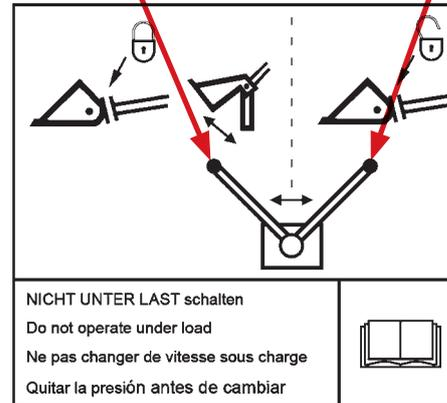
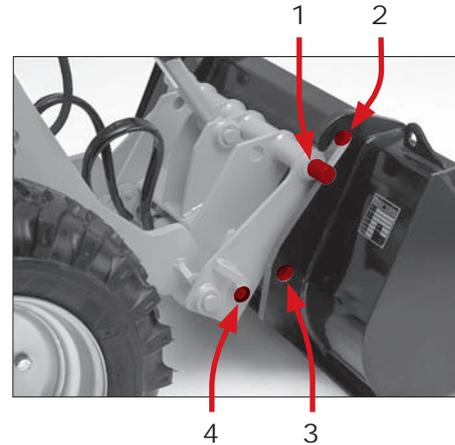

Abb. 30
Abb. 31
Schalten Sie den Dreivegehahn (Abb. 30) immer auf Hydraulikanschluss, sobald das Anbaugerät verriegelt ist. Überprüfen Sie immer die korrekte Verriegelung der Verriegelungsbolzen Pos. 1 + 4 (Abb. 31) und der Anschlüsse der Zusatzhydraulik!
1. Fahren Sie mit dem Lader an das Anbaugerät heran (Abb. 31).
7. Schalten Sie den Dreiwegehahn auf „Hydraulikanchluss“ (Abb. 30).
6. Schalten Sie den Dreiwegehahn auf „Hydraulische Verriegelung“ (Abb. 30).
7. Fahren Sie mit dem Bedienhebel für die Zusatzhydraulik die Verriegelungsbolzen Pos. 4 (Abb. 31) ein.
Dadurch lösen sich die Aufnahmebolzen Pos. 1 (Abb. 31) aus den Aufnahmehaken Pos. 2 (Abb. 31).